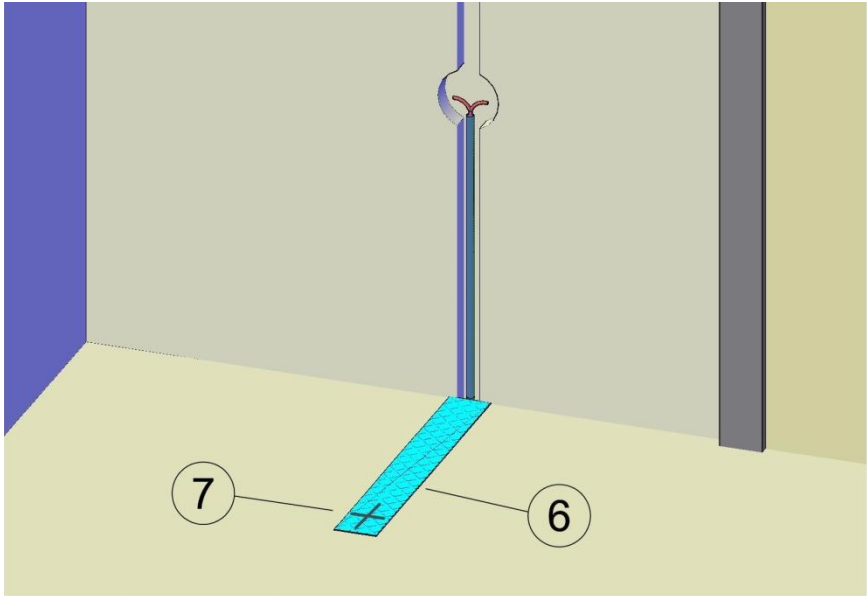
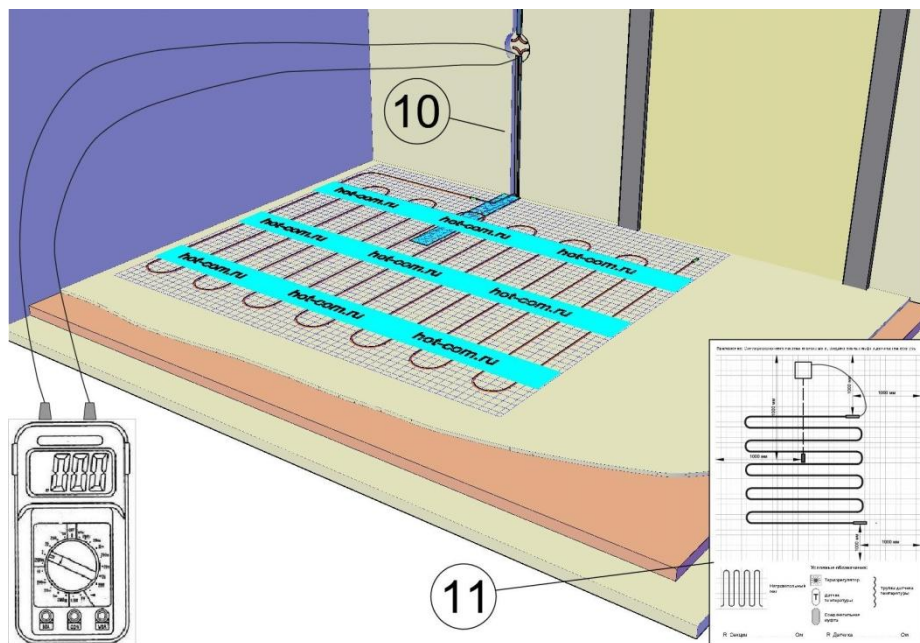

Рисунок 3
Рисунок 6
Уложите трубку с датчиком в подготовленную штробу и выведите ее к месту расположения терморегулятора. Заполните штробу в полу с уложенной гофрированной трубкой клеевым раствором и отметьте место расположения датчика на поверхности пола и на схеме укладки (Рис.3, Рис.6. п.11).
6. Нанесите на эскиз (стр. 18) плана помещения схему расположения нагревательного мата, соединительных муфт и датчика температуры (Рис.6. п.11).